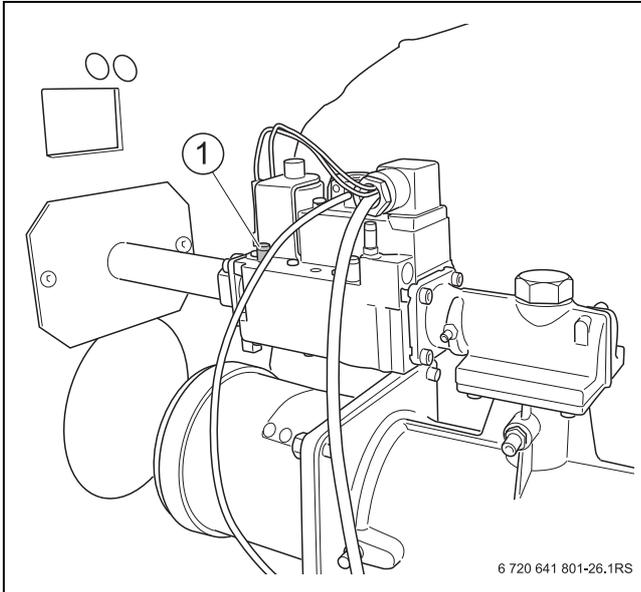

Рис. 31 Удаление воздуха из газопровода (котлы 90/120 кВт)
- ▶ Отверните на два оборота запорный винт ниппеля, предназначенного для измерения давления и выпуска воздуха (→ рис. 31, 32, 33, [1], стр. 25), и наденьте шланг.